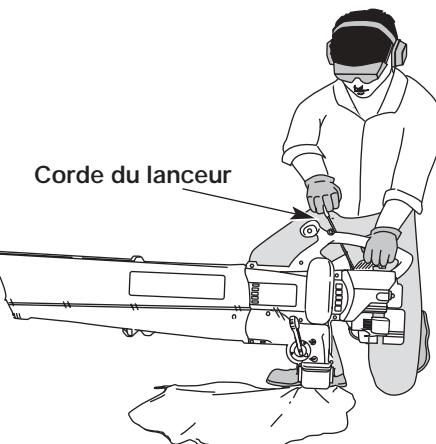

Fig. 12
- Tirez énergiquement sur la corde du lanceur (Fig. 12). Répétez ce mouvement jusqu'à ce que le moteur fasse un bruit de démarrage (en général après 2 à 5 tentatives).
- Tirez énergiquement sur la corde du lanceur 1 à 3 fois pour démarrer le moteur (Fig. 12).